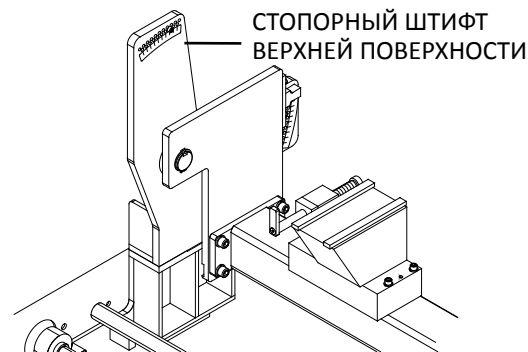

РИС. 29
**Расположение насадки для шлифования верхней поверхности (см. рис. 29)**